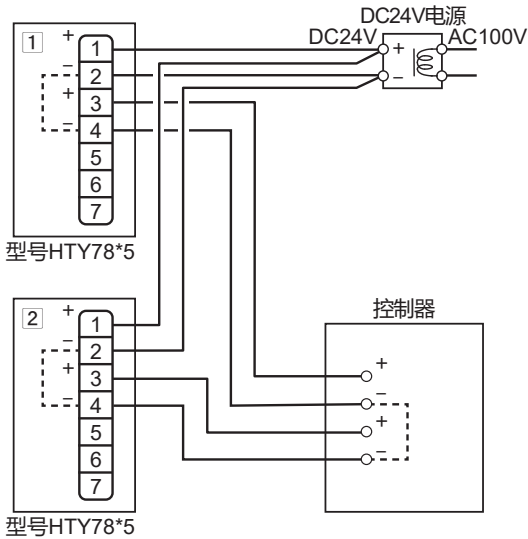

图15
- 但 1 1 (+) - 2 1 (+)、1 2 (-) - 2 2 (-) 请按“图15”所示接线。
(注) DC电源与新安装时相同 (图15)。